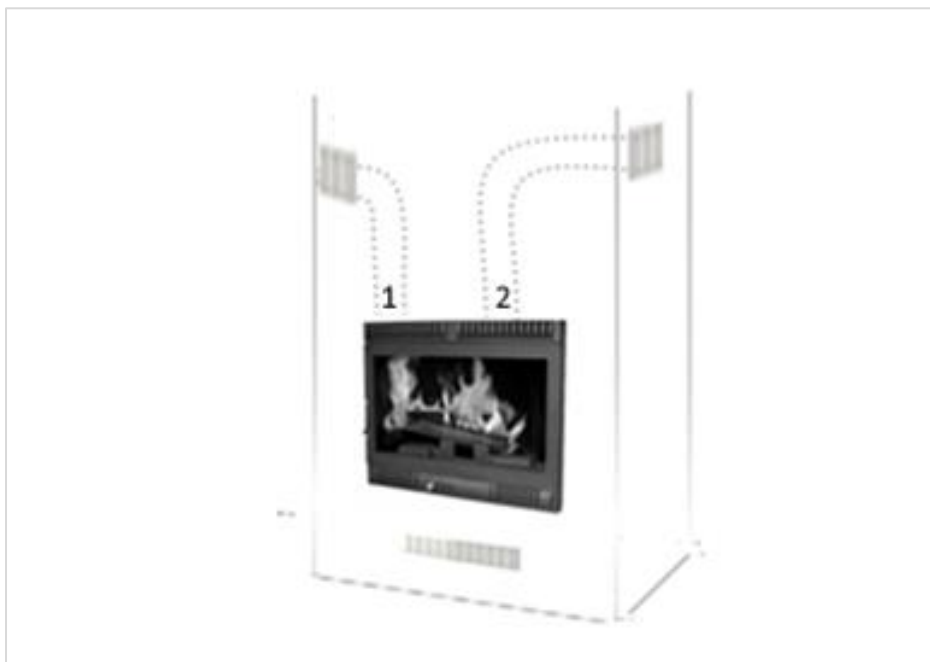

Figura 5
1. El aparato cuenta con dos bocas (**vease 1 y 2 en figura 5**) en la parte superior que permite la conexión de tubería para canalización de aire caliente.